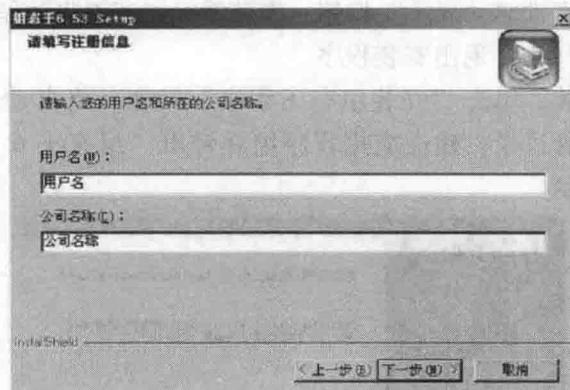

图 2-4 填写用户信息
(5) 单击“是”按钮，弹出“请填写注册信息”对话框，如图 2-4 所示。